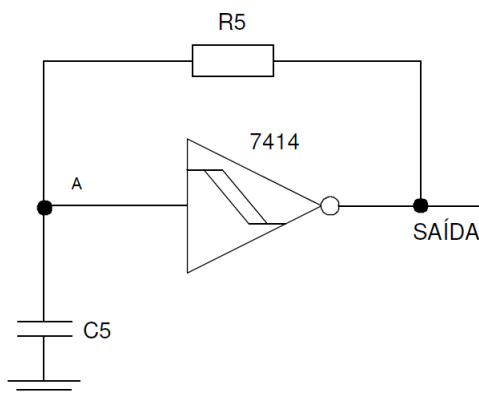

Figura 6 – Oscilador de relaxação.
- i) Montar o circuito oscilador de relaxação da figura 6, usando $R5=1K\Omega$ e $C5=10nF$ (para mais detalhes veja a apostila "*Circuitos com Componentes Discretos*" disponível na página web da disciplina). Usando o osciloscópio, anote as formas de onda da saída do oscilador e do ponto A e o valor da frequência de oscilação.